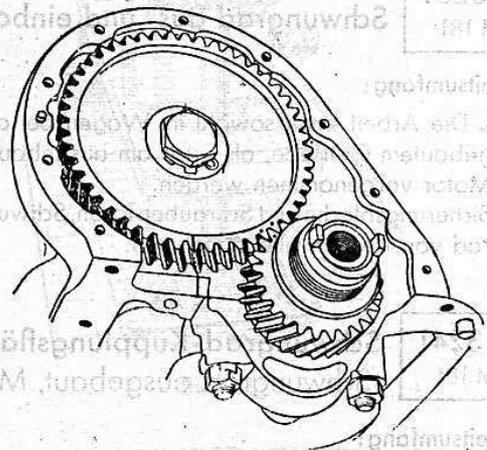

Bild 46
im Verdichtungshub (beide Ventile geschlossen) einstellen. Nockenwellenrad so versetzen, daß Strichmarke (Bild 46) senkrecht nach unten zeigt.
8. Kurbelwellenrad auf Kurbelwelle in die senkrecht nach unten stehende Keilführung einsetzen. Bei richtigem Einbau muß sich jetzt der markierte Zahn des Nockenwellenrades mit der Strichmarke am Gehäuse decken und die Marke des Kurbelwellenrades muß senkrecht nach oben weisen (vgl. Bild 46). Die Marken auf dem Schwungrad haben dann folgende Stellung:
Anm. Bei federnder Ausführung des Kurbelwellenrades (bis Motor-Nr. 458900), wie sie Bild 46 zeigt, wird das federnde Antriebsrad gleichzeitig mit dem Kurbelwellenrad ausgebaut.